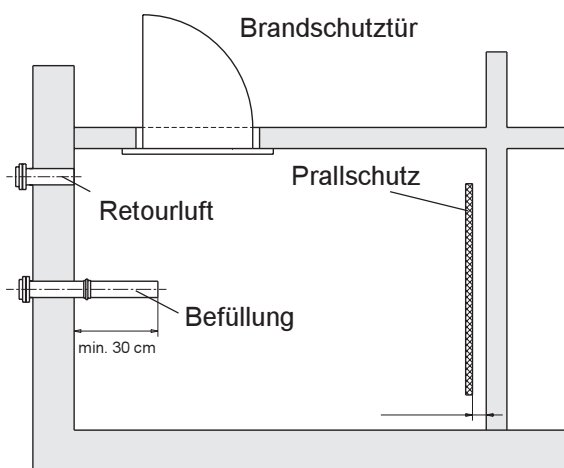
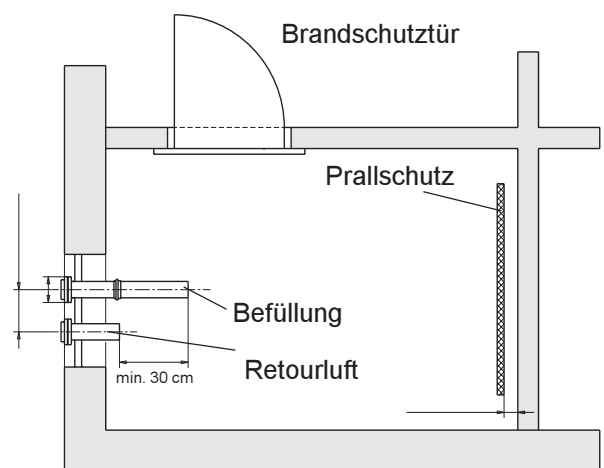

Abb. 6 Pelletslageraum – Ansicht von oben
Abb. 7 Pelletslageraum – Ansicht von oben
- Die Anschlussstutzen (Befüll- und Retourluftstutzen) sollten sich auf der schmalere Seite des Lagerraumes befinden und sind so anzuordnen, dass es während des Befüllvorganges zu keinem Überdruck im Lagerraum kommen kann. Die Retourluftöffnung muss innen mit der Wand bündig abschließen und sollte in Tüرنähe angeordnet werden. Der Befüllstutzen sollte mittig in der Wandbreite eingebaut werden und mindestens 30 cm in den Raum hineinragen – Abb. 6. Die Anschlussstutzen (Befüll- und Retourluftstutzen) können auch durch eine vorhandene Fensteröffnung geführt bzw. montiert werden – Abb. 7.